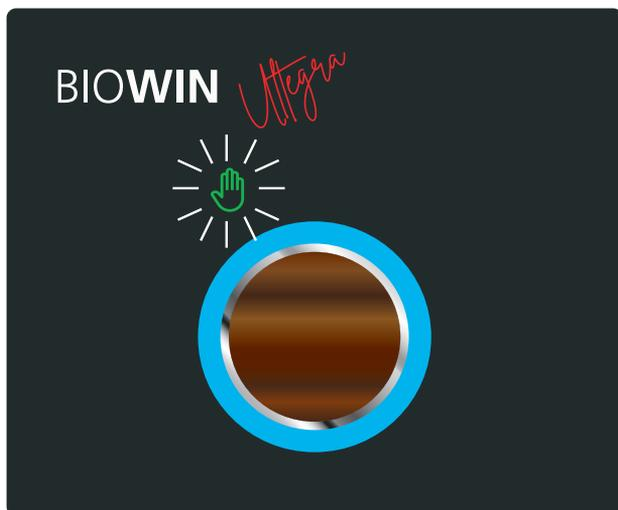
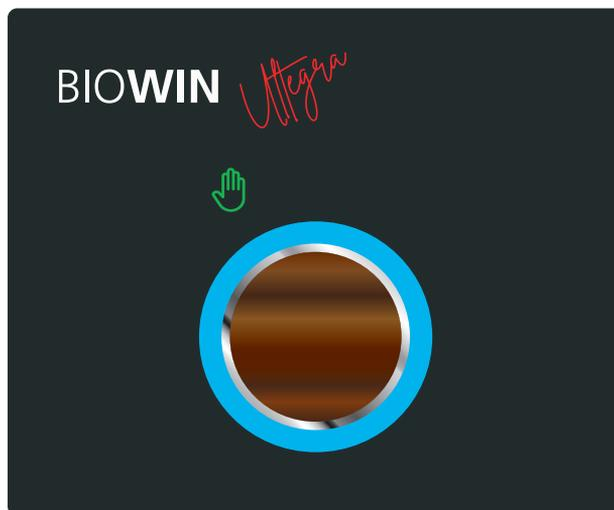

Fig. 14
Fig. 15
- Tourner et appuyer brièvement sur le bouton myMagic sur le symbole Mode manuel . Le symbole  clignote (Fig. 14) puis s'allume en vert, le cercle coloré s'allume dans la phase de fonctionnement actuelle – Fig. 15. Le mode manuel est actif.